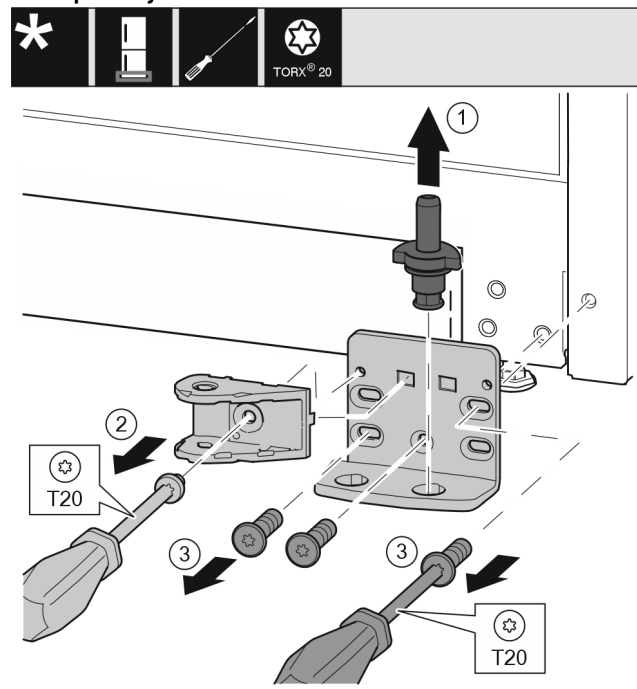

Fig. 34 \*
- ▶ Ložiskový čep celý vytáhněte nahoru. Fig. 34 (1)\*
- ▶ Šroubovákem T20 vyšroubujte šroub a odeberte spojení tlumiče zavírání. Fig. 34 (2)\*
- ▶ Šroubovákem T20 vyšroubujte šrouby a odeberte stojan ložiska. Fig. 34 (3)\*